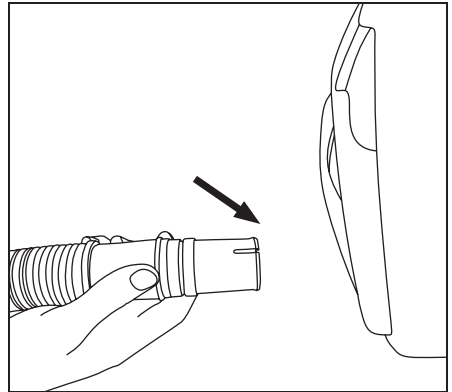

Fig. 3
- Conecte la manguera de la aspiradora al puerto de entrada de succión y gírela para que encaje en su lugar (Fig. 3).
- Conecte la manguera de la aspiradora al puerto de entrada de succión y gírela para que encaje en su lugar (Pág. 7, Fig. 3).